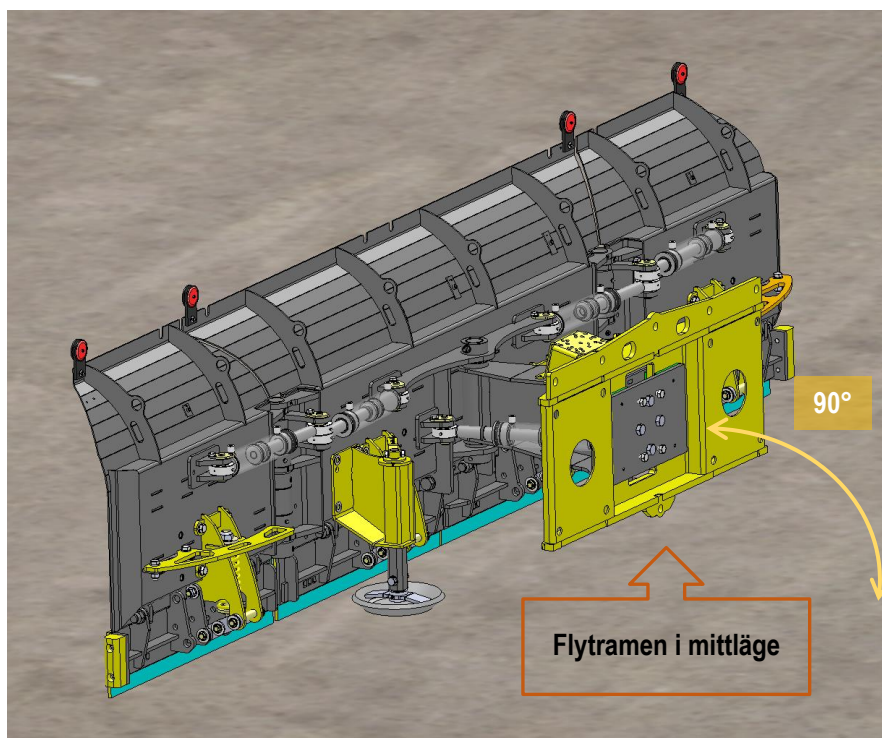

Bild 3 Optimalt läge vid plogning, flytramen i mittläge och plogen vinkelrätt mot marken.
6. Håll flytramen i mittläge under plogning och plogen vinkelrätt mot marken (bild 3).
9. Beakta att stenar och andra farliga stycken kan slungas iväg från plogens blad. Anpassa plogningshastigheten och -läget till basmaskinen och den övriga trafiken (bild 3).